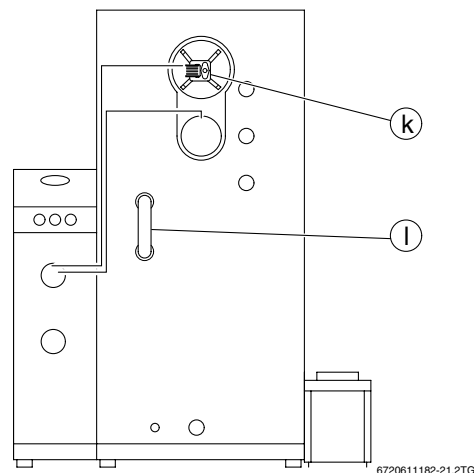

Bild 22 Verkleidung Kesselrückseite
- Vormontierte Kabel vom Saugzuggebläse (k) und Rauchgasfühler an der Kesselrückwand auf die Seite des Technikanbaus legen (Bild 22).